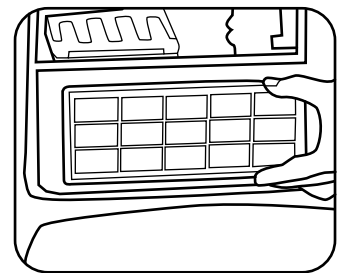

Fig. 11
- Retirez le filtre HEPA de l'avant du compartiment du sac (Fig. 11).